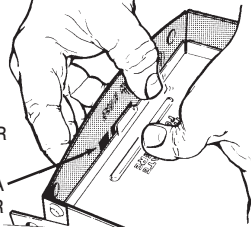

FIG. 2
2. Remove wiring cover from housing by pulling straight out. Unit is shipped ready to wire through the top of housing. To wire through the side, bend housing flap to cover top hole and expose side hole. DO NOT BREAK OFF FLAP. If flap breaks, Plug unused hole using standard electrical hole plug. (FIG. 2)
2. Retire la cubierta de la caja empujando directamente hacia el exterior. La unidad se envía lista para tender el alambrado desde la parte superior de la caja. Para alambrear a través de uno de los lados, doble la solapa de la caja hasta cubrir el agujero superior y exponer el agujero lateral. NO ROMPA LA SOLAPA. Si la solapa se rompe, cubra el agujero que no se utiliza con tapones eléctricos estan. (FIG. 2)